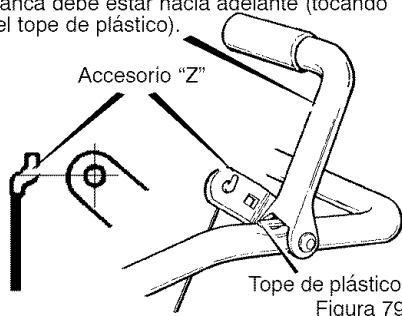

Figura 79
**Para asegurarse de que estén bien ajustados, suelte el accesorio "Z" en la palanca de propulsión (Figura 79).**
5. Desconecte el **accesorio "Z"** de la **palanca de propulsión** (Figura 79).
11. Instale el **gancho "Z"** en la **palanca de propulsión** (Figura 79).